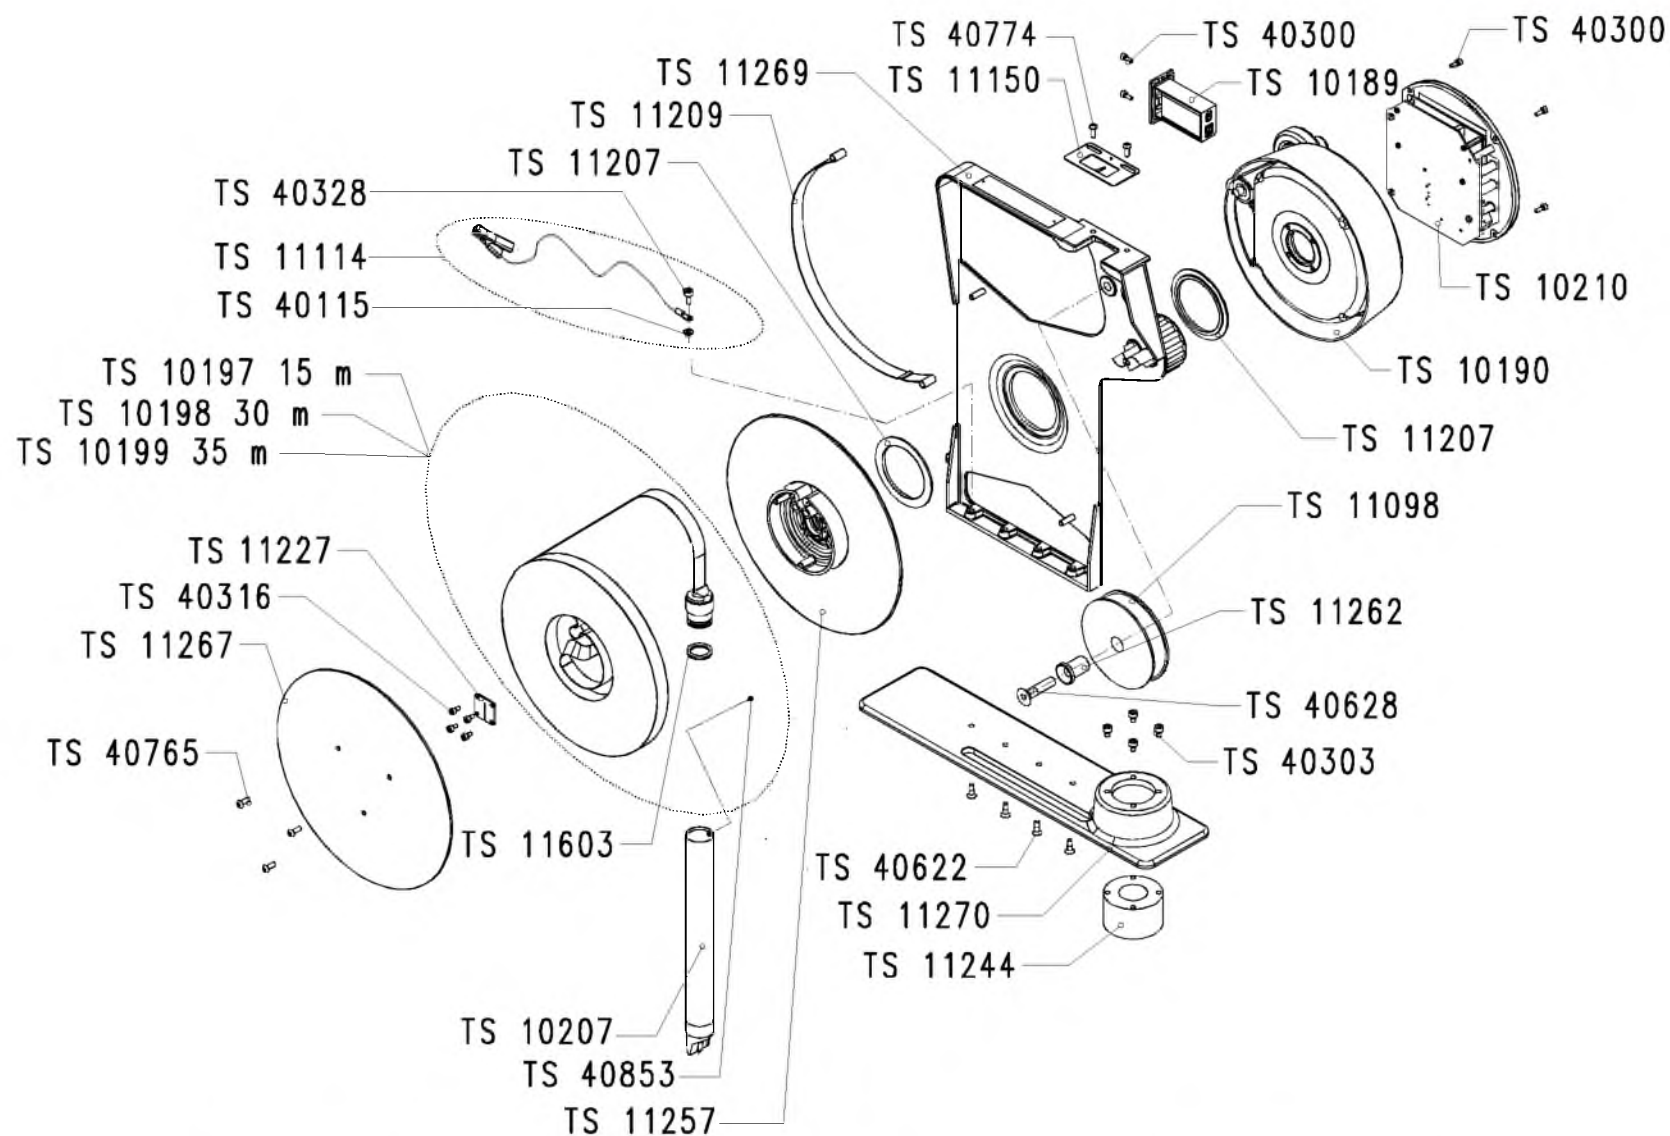

Рисунок 11-1 : Общая сборка, список запасных частей (HERMetric UTImeter Otex Standard version)
- Рисунок 11-1: общая сборка, список основных запчастей